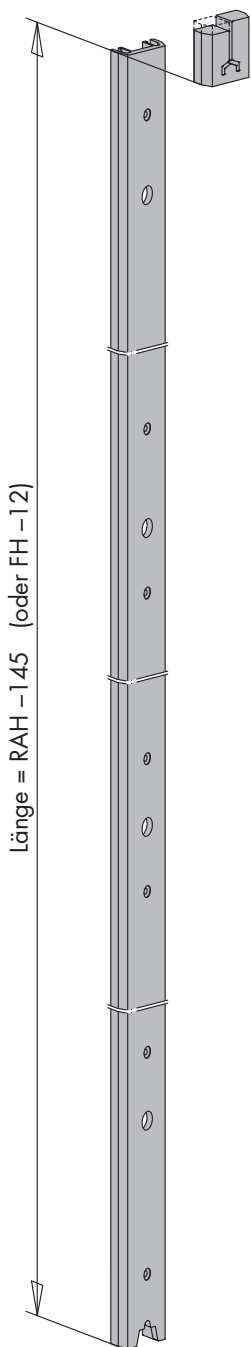
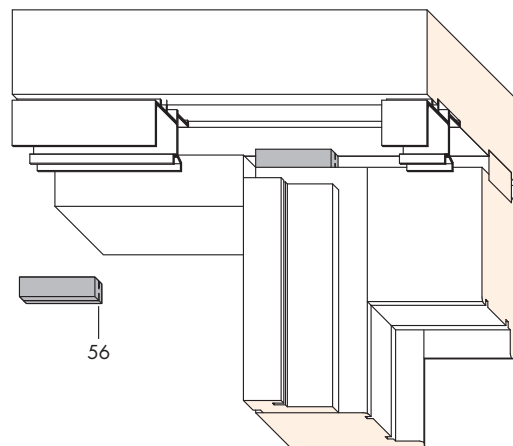

Bild 6
Bild 7
- D** Einbau der Dichtungsschiene B HS (40).
- Dichtungsschiene B HS (40) ablängen (Bild 6).
- Dichtungsschiene B HS (40) einsetzen und anschrauben.
- Füllstück, oben (18) je nach Schieberichtung DIN links oder DIN rechts anpassen (Bild 6) und einsetzen.
- E** Einbau des Dichtteil, oben (13).
- Dichtteil, oben (13) einsetzen.
Dichtteil, oben (13) an der vorgesehenen Trennstelle abschneiden (Bild 7).
- F** Einbau der Dichtungsbrücke Gr. 2 (12).
- Dichtungsbrücke Gr. 2 (12) am Rahmen anschrauben.